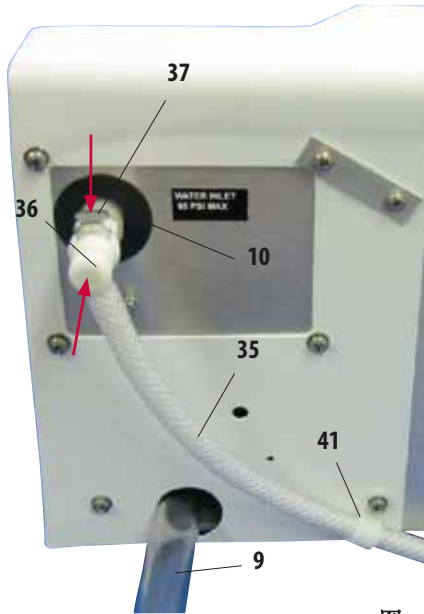

图 21
- 使用图 21 所示位置上的夹子(37)将软管固定在装置上。